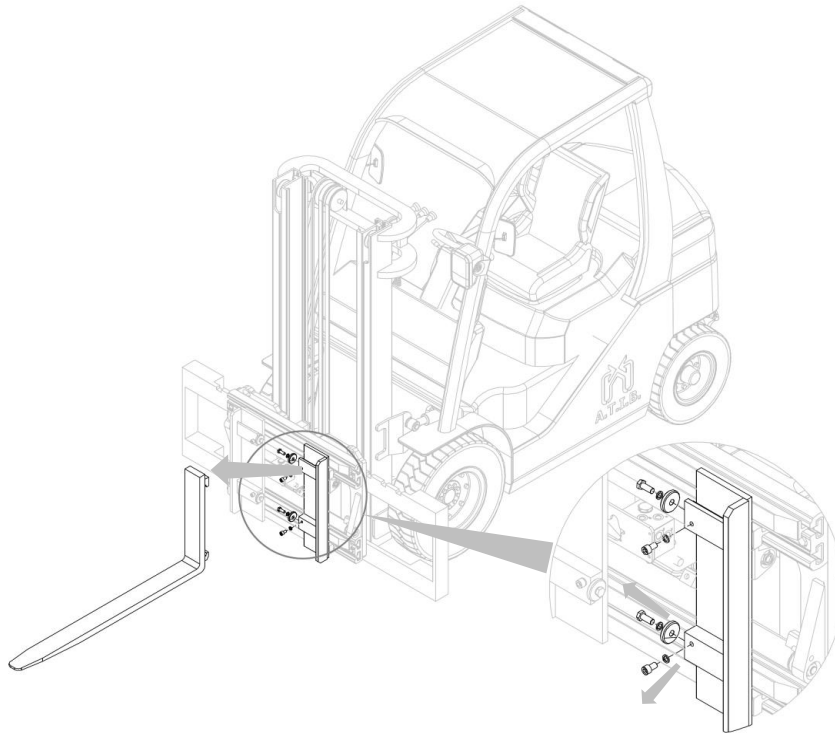

Figure 23
2. Retirer les fourches après avoir retiré les butées de fourche correspondantes (voir *Figure 23*).